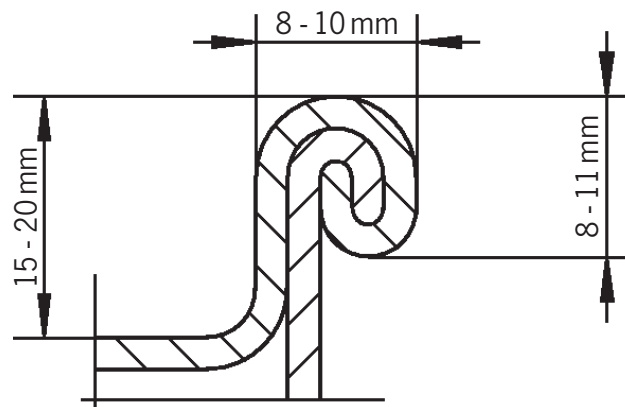

Fig. 2
- Esta pinza es adecuada para todos los bidones que tengan el borde correspondiente en su parte superior (Fig. 2).